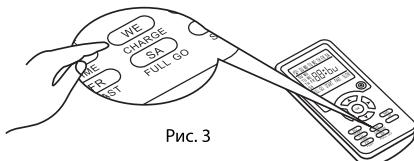

Рис. 3
- Если вы хотите зарядить пылесос, нажмите на кнопку CHARGE (ЗАРЯДКА) на пульте дистанционного управления. Пылесос найдет док-станцию и активирует процесс зарядки. (См. рис. 3)